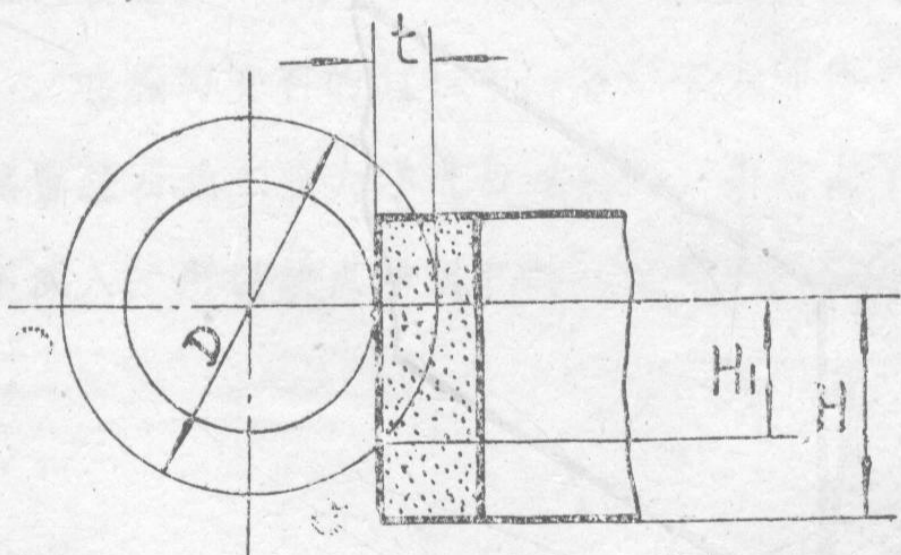

图 3
(1) 受工件形状的限制，不能加工未留空刀槽的阶梯表面。空刀槽宽度 $b$ （图3）可按下式确定：